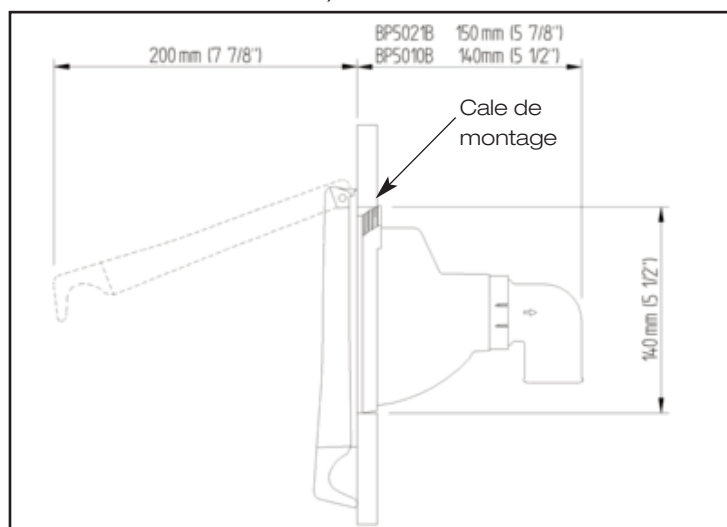

Fig.2 Dimensions maximum
1. S'assurer qu'il y a suffisamment de place derrière la cloison pour toute la profondeur de la pompe installée. Cela doit inclure un espace pour les tuyaux d'arrivée et de sortie. (voir Fig. 2 pour les dimensions maximum).